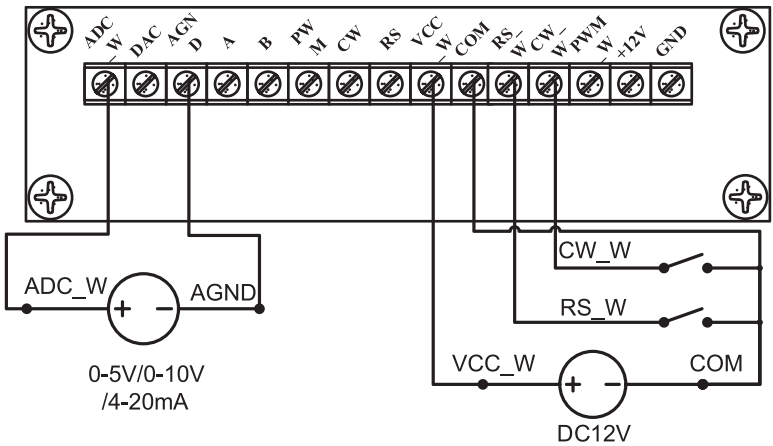
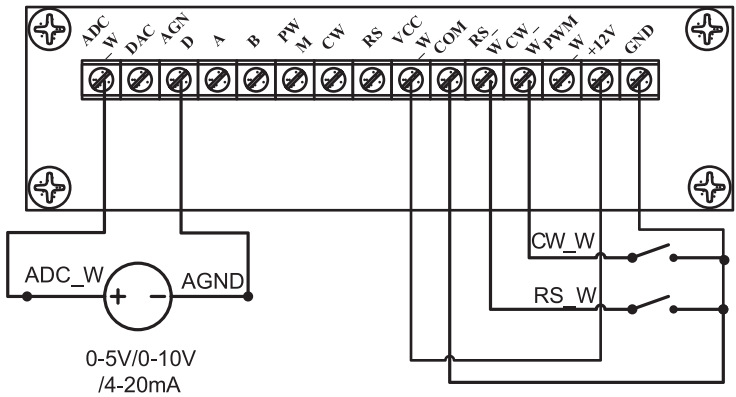

图11 外控模式连接外部DC12V电源的接线图
图12 外控模式连接内部DC12V电源的接线图
- 在切断电源状态下，参照图11或图12，进行接线。然后将DB15接口连接到泵的背部接口上。